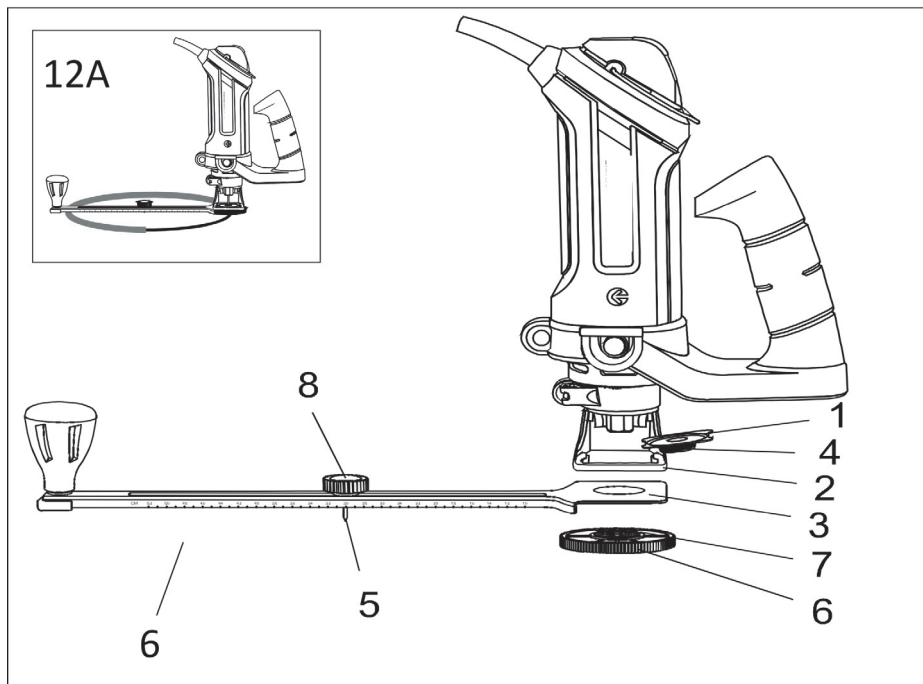

Рис. 12
2. Установите пнасадку 2 (Рис. 12)
3. Установите площадку 1 в основание насадки выступом 4 вниз (Рис. 12)
5. Установите конус циркуля 5 на нужное расстояние от фрезы, затяните фиксатором 8 (Рис. 12)
6. Основное направление движения инструмента при помощи циркуля «по часовой стрелке» (Рис. 12А)